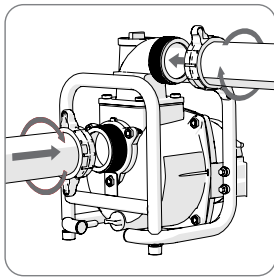

Fig 3
- Conecte las mangueras al depósito de la bomba con las abrazaderas y las juntas de las mangueras suministradas. **(Fig. 3)** Compruebe que las juntas están asentadas correctamente.